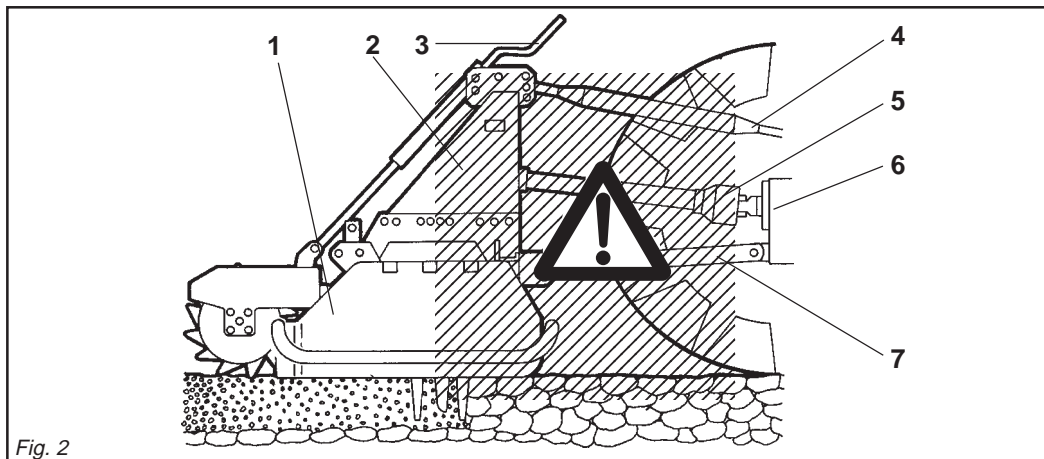

Fig. 2
- 24)** Es ist absolut verboten, bei laufendem Motor und eingeschalteter Gelenkwelle zwischen den Schlepper und das Gerät zu treten (Abb. 2). Dazu muß die Feststellbremse gezogen werden und unter die Räder ein Bremskeil oder ein großer Stein gelegt worden sein.
- 28)** Es ist absolut verboten, zwischen den Schlepper und den Anschluß zu treten, um die Aushebung von außen zu betätigen (Abb. 2).
- 24)** *Il est absolument interdit de se mettre entre le tracteur et l'appareil (Fig. 2) quand le moteur est en marche et le cardan enclenché, sans avoir tiré le frein de stationnement et bloqué les roues avec une cale ou un caillou.*
- 24)** Está terminantemente prohibido colocarse entre el tractor y el equipo (Fig. 2) con motor encendido y cardán inserido, o sin haber accionado el freno de estacionamiento y de colocar, debajo de las ruedas, una piedra u otro elemento de bloqueo.
- 28) È assolutamente vietato interpersi fra il trattore e l'attacco della macchina per manovrare il comando dall'esterno per il sollevamento (Fig. 2).
- 28) *It is absolutely forbidden to stand between the tractor and the implement when manoeuvring the lift control from the outside (Fig. 2).*
- 28) *Il est absolument interdit de se mettre entre le tracteur et l'attelage pour manoeuvrer la commande de relevage de l'extérieur (Fig. 2).*